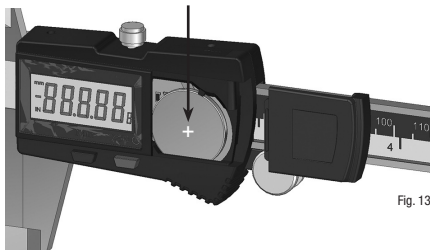

Fig. 13
- Para instalar uma nova bateria (Fig. 13) posicione a bateria com o polo positivo voltado para cima, como mostrado na figura. Alinhe a tampa da bateria pressionando-a levemente para baixo e deslize-a para a esquerda até ouvir um clique. O mostrador irá ligar automaticamente.